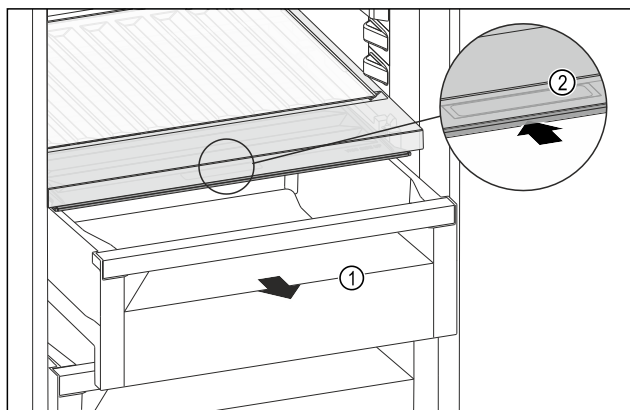

Fig. 129
- Zásuvku Fig. 129 (1) vytáhněte.
- Uchopte prohlubeň pro rukojeť Fig. 129 (2) na víku zásuvky a současně zasuňte víko zásuvky směrem dozadu.